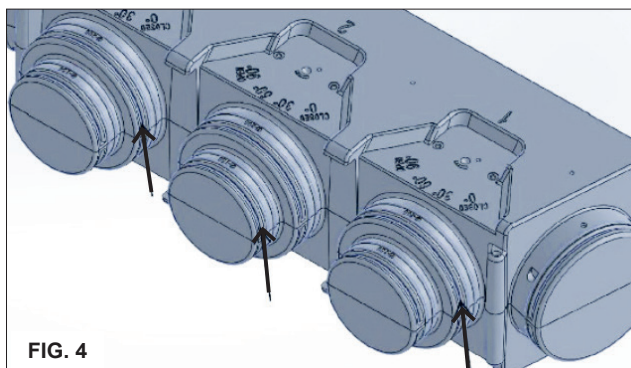

FIG. 4
5. Tagliare i collari in corrispondenza delle scanalature in base al diametro scelto, come indicato con le frecce in Fig.4, con l'ausilio di un seghetto alternativo o lama a filo caldo. Pulire accuratamente soffiando e aspirando gli sfridi ed i residui per evitare che entrino in circolo nell'impianto e possano causare danni allo stesso.
5. *Cut the collars in line with the corresponding groove for the chosen diameter, as indicated by the arrows in Fig. 4, by using a jigsaw or with a hot-wire cutter. Remove by hoovering the scraps and leftovers so that they do not reach the circulation of the system causing damages to the units or to the components of the system itself.*